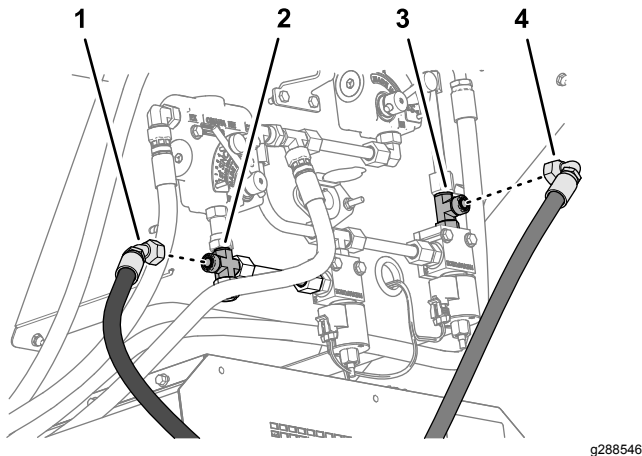
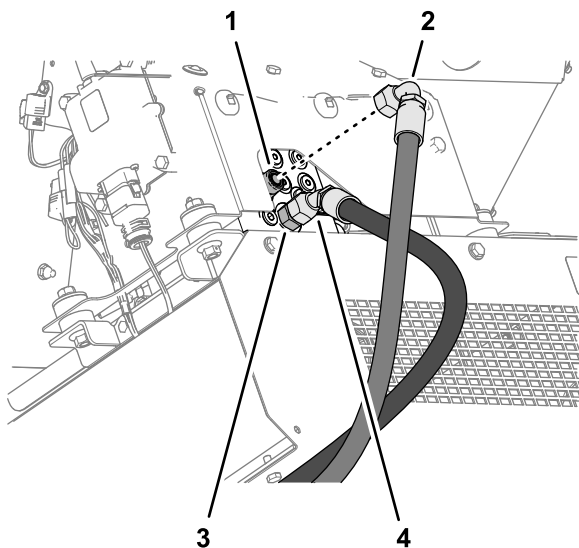

Figura 19
Figura 21
2. Instale provisionalmente el acoplamiento de 90° de la manguera hidráulica de retorno (la manguera con la pegatina de la flecha) en el acoplamiento en T (Figura 19).
3. Instale provisionalmente el acoplamiento de 45° de la manguera hidráulica de presión en el acoplamiento de unión transversal (Figura 19).
2. Instale provisionalmente el acoplamiento de 45° de la manguera de presión hidráulica en el acoplamiento de unión en el puerto P (Figura 21).
3. Instale provisionalmente el acoplamiento de 90° de la manguera hidráulica de retorno (la manguera con la pegatina de la flecha) en el puerto T del colector hidráulico (Figura 21).
6. Apriete el acoplamiento de 90° de la manguera hidráulica de retorno y el acoplamiento de 45° de la manguera hidráulica de presión; consulte la Figura 19 o la Figura 21.